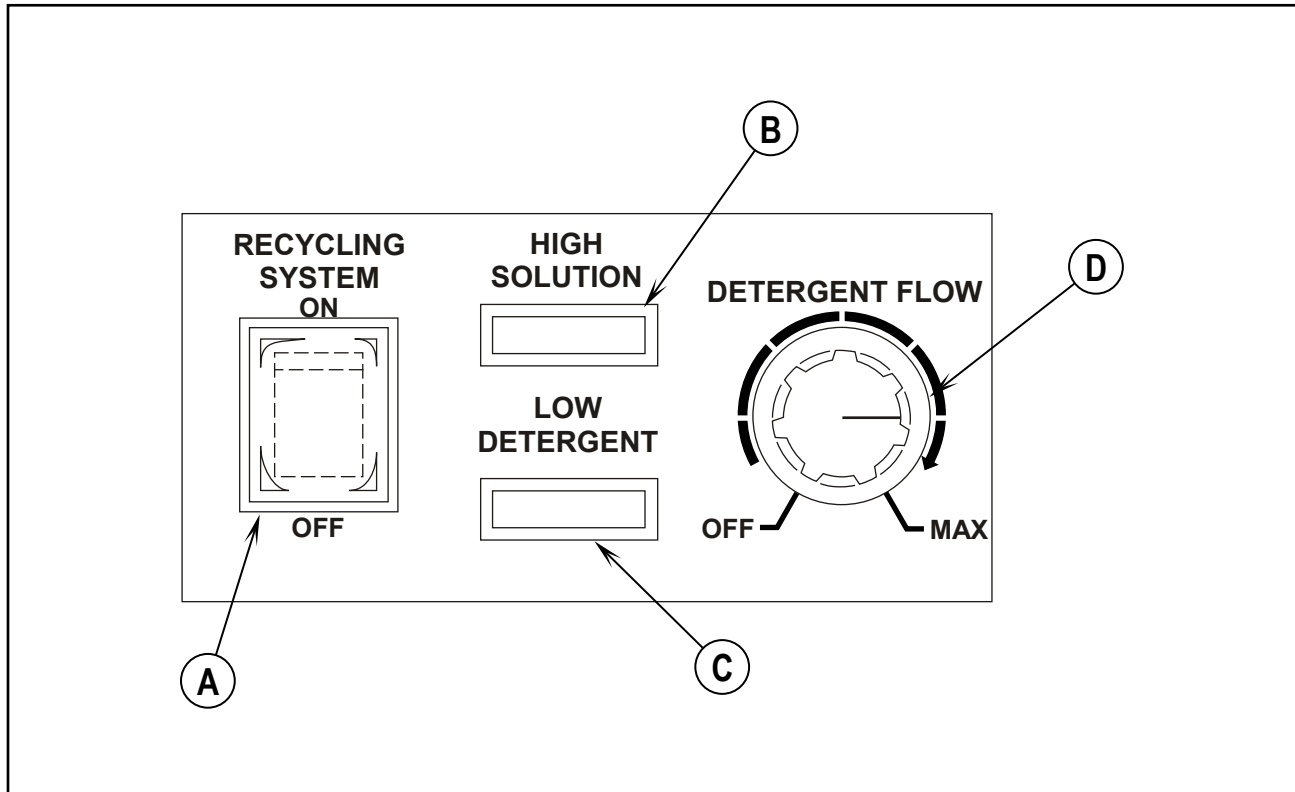

FIGURE 11
Voir Figure 11. L'interrupteur de marche/arrêt du système de recyclage ESP (A) met en marche et arrête le système de recyclage ESP.